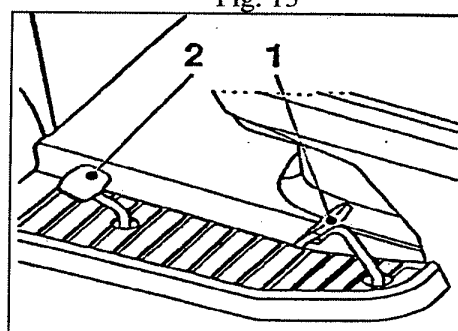

Fig. 16
Appuyer lentement sur la pédale de marche arrière (Fig. 16, pos. 2).
Pour se déplacer avec le tracteur (sans tondre), appuyer à fond sur la pédale d'avancement. (Fig 16, pos. 1).